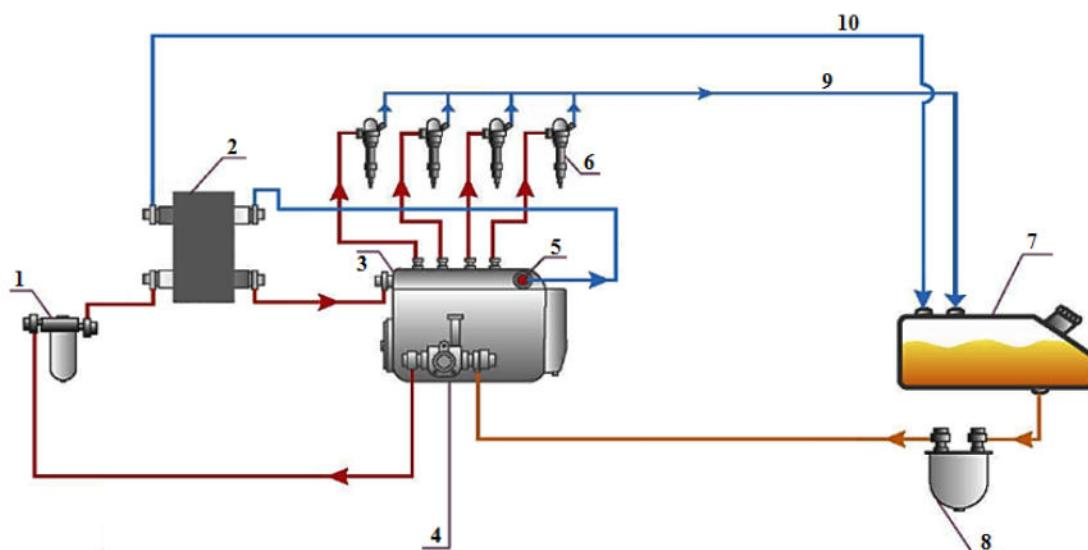

рис. 4.8. Установка подающей камеры на давление,
- установка подающей камеры производится в топливную магистраль после ТННД (на давление) (рис. 4.8);